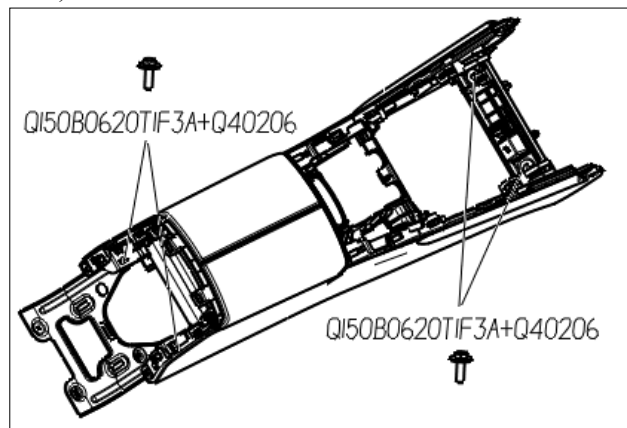

图 1.6.10 副仪表板固定螺栓的拆卸
- (5) 用10号六角套筒将固定副仪表板本体三个螺栓（Q150B0620T1F3A+Q40206六角头螺栓和大垫圈组合件）松开并取出螺栓。如图1.6.10所示：